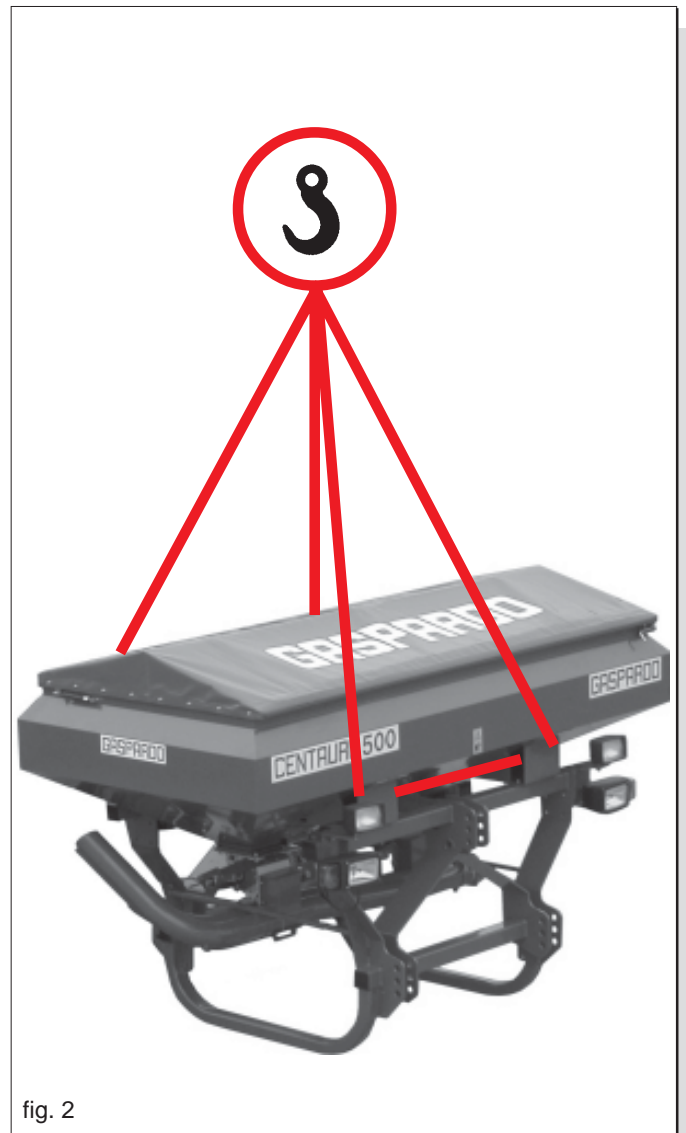

fig. 2
Für das Handling der Maschine ist dieselbe zu heben, indem sie mittels der speziellen Anschlüsse (Abb. 2) an einem Hubwagen mit einer Hubkapazität von mindestens 50 Doppelzentnern befestigt wird. Da dieser Vorgang sehr gefährlich ist, muss er von kompetenten, ausgebildetem Personal ausgeführt werden. Das Maschinengewicht ist auf dem Maschinenschild angegeben (Abb. 1).
1.6 GESAMTZEICHNUNG (Abb. 2)